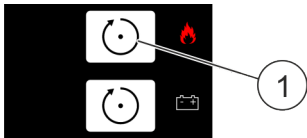

Abb. 24: [Reset]-Taste
- 32. ▶ Alarm mit der oberen [Reset]-Taste (Abb. 24/1) zurücksetzen.